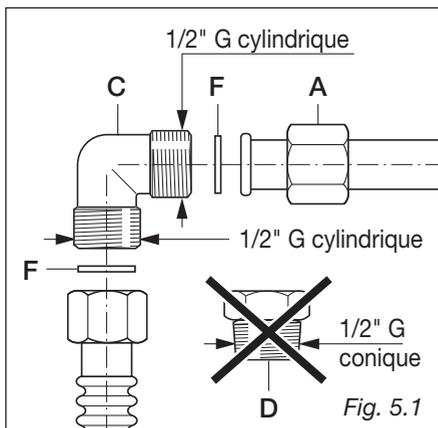

Fig. 5.1
Le groupe raccordement (fig. 5.1) se compose de:
- ✓ Les joints **F** (fig. 5.1) sont les éléments de garantie de l'étanchéité du branchement au gaz.